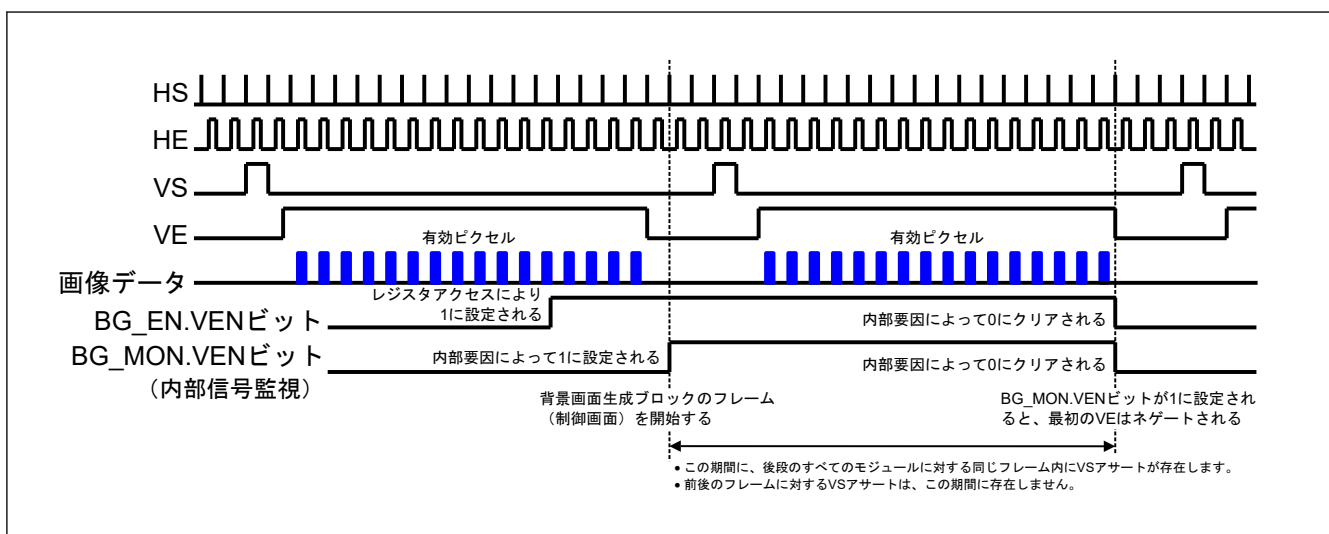

図 49.24 レジスタ値の内部動作への反映を制御する信号
4. 1 にした VEN ビットが 0 になっていることを確認します。このビットを 0 にすると、対象レジスタの内容が内部動作に反映されます。しかしこのビットが 1 のままだと、対象レジスタの内容が内部動作にまだ反映されていない可能性があります。対象レジスタの値が内部的に反映された直後に各モジュールの VEN ビットは 0 になります。ただし、背景画面生成モジュールについては、モジュール出力 VE がネゲートされるまで VEN ビットは 0 になりません (全てのモジュールにおいて、レジスタ値が同一フレームに対する内部動作に反映されるよう、背景画面生成モジュールの VS アサートについては十分な遅延時間を設けています)。背景画面生成モジュールから出力される信号の動作と監視ビットを図 49.24 に示します。